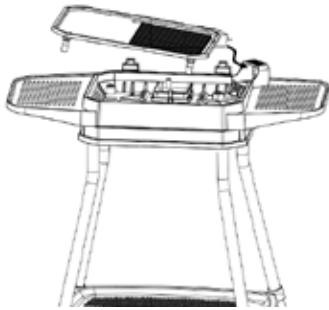

Fig. 9
10. Inserire la piastra di cottura (Fig. 9). Per eseguire questa operazione, inclinare leggermente la piastra di cottura [6] in modo che la presa di collegamento della piastra passi attraverso l'apposita apertura (supporto per presa) dell'alloggiamento del barbecue. Attenzione: La piastra cottura può essere utilizzata solo con questo apparecchio.